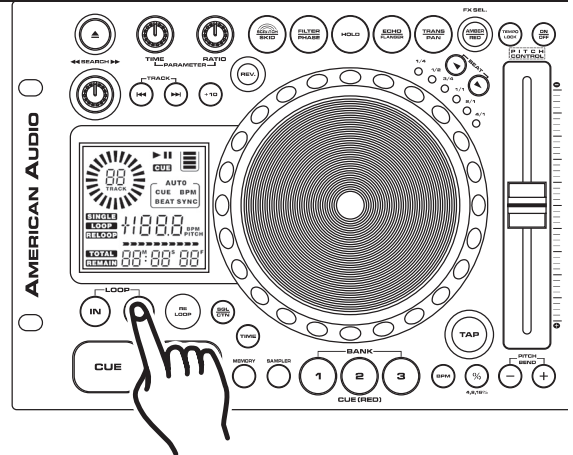

Figura 21
CÓMO ABANDONAR EL EFECTO DE RULO – Para salir de un rulo continuo (SEAMLESS LOOP), presione el BOTÓN OUT (24). Las señales LED correspondientes al BOTÓN IN (25) y al BOTÓN OUT (24) permanecerán encendidas, pero dejarán de titilar. La reproducción de música se reanudará en forma normal (Figura 21). Ambas señales LED del BOTÓN IN (25) y del BOTÓN OUT (24) permanecerán encendidas para indicar que hay un rulo guardado en la memoria.
- 1) Presione el BOTÓN OUT (24) para volver a la reproducción normal desde el punto de referencia cue del rulo. (Figura 21) Así se saldrá del modo de rulo continuo y se podrá editar el punto de finalización correspondiente.
- 2) Presione el BOTÓN OUT (24) una vez más cuando llegue a su nuevo punto de finalización (Figura 21).